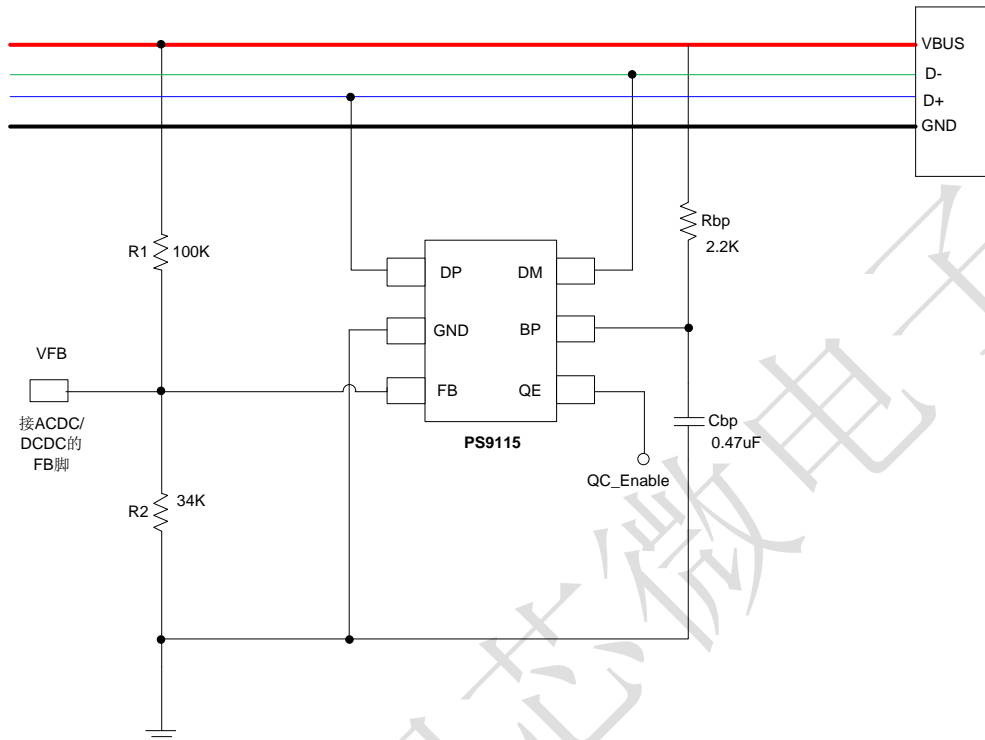
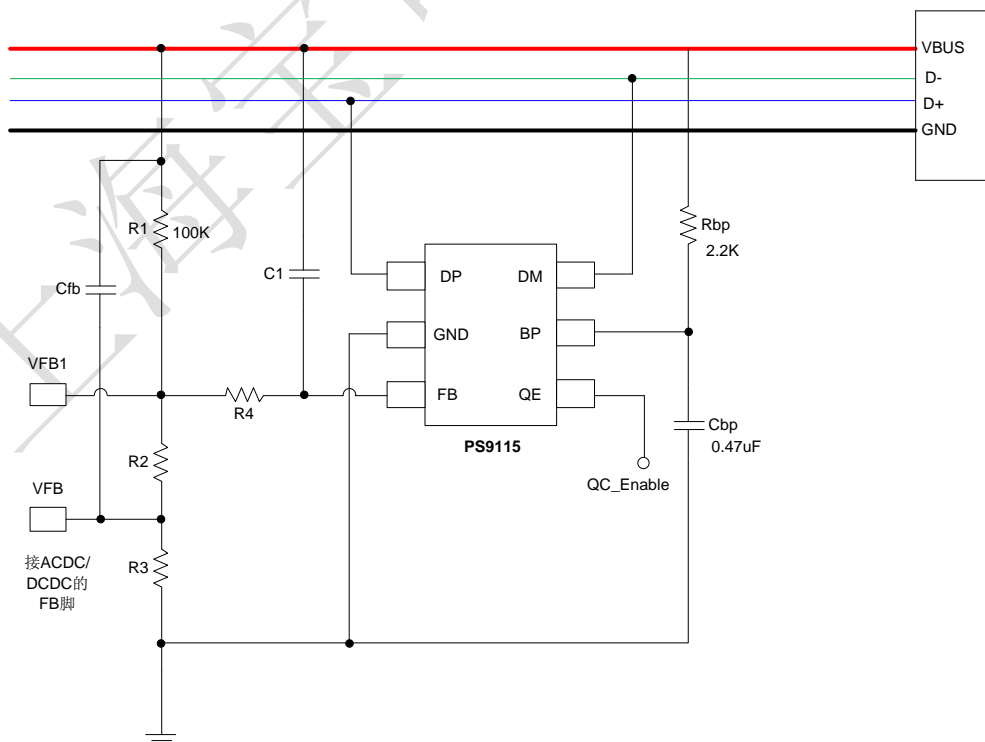

图1
图2
- 图1的典型应用适用于ACDC或者DCDC的FB电压大于等于1.2V时，且电源芯片对FB上抽电流或者灌电流的slew rate要求不高，升降压时环路能正常响应，即5V转9V或者转12V时不会有较大过冲。若FB有检测短路保护的功能，短路保护的阈值电压需低于250mV。
- 当不满足图1的典型应用条件时，请参考图2的通用原理图接法，R2，R3，R4，C1的选择方法请参考应用指南和分压电阻选择excel表格。